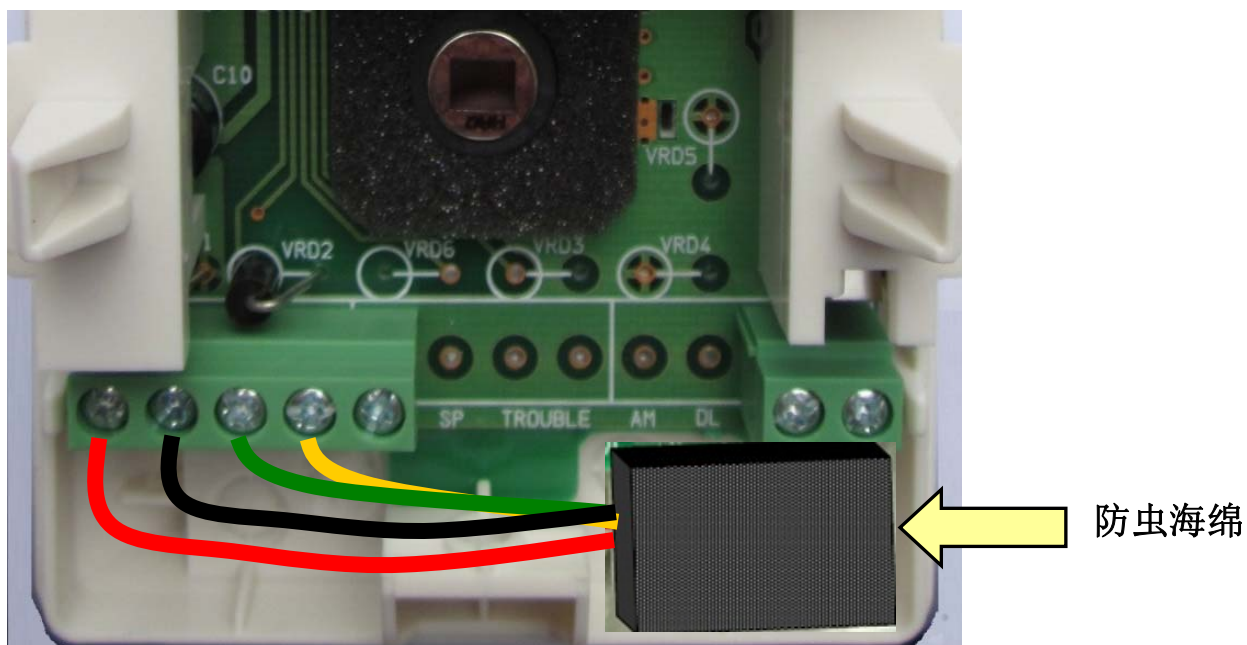

图6
- 内部有小虫子进入，请用标配的防虫海绵塞住穿线孔，参照图6